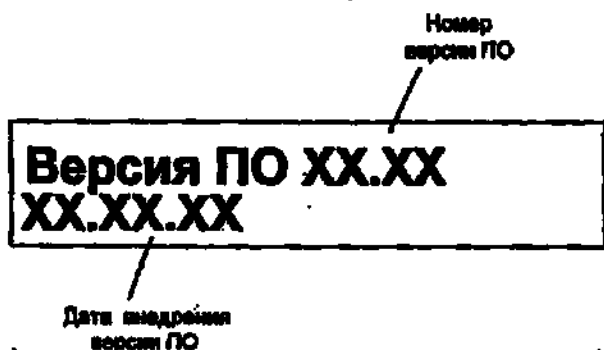
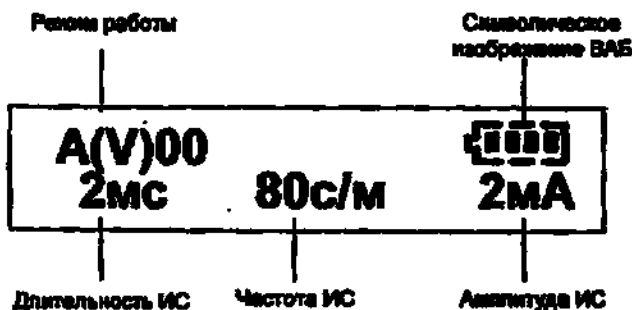
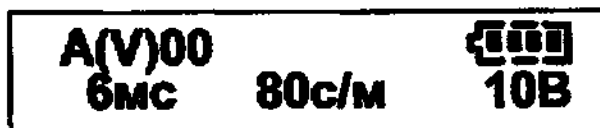

Рис.7.1 Информация на ЖКИ при включении питания.
Рис.7.2 Информация на ЖКИ при подключении жгута «ЭКС».
Рис.7.3 Информация на ЖКИ при подключении жгута «ЧПС».
7.2. Включите аппарат, установив переключатель "БАТАРЕЯ" в положение "I". Кратковременно на ЖКИ отображается информация в соответствии с Рис. 7.1, после чего, происходит начальная установка параметров ИС «по умолчанию», значения которых, в зависимости от типа подключенного к аппарату жгута, отображаются на ЖКИ в соответствии с Рис. 7.2 или Рис. 7.3.
Если для прекращения формирования ИС нажать кнопку «СБРОС», то на ЖКИ устанавливаются параметры ИС «по умолчанию» в соответствии с п.7.2. (Рис.7.2. или Рис. 7.3.)
Для того, чтобы перейти от программированного режима к режиму А00(V00), нажмите одновременно кнопки ДЛИТ и ЧАСТОТА при этом установится режим А00(V00) (Рис.7.2).